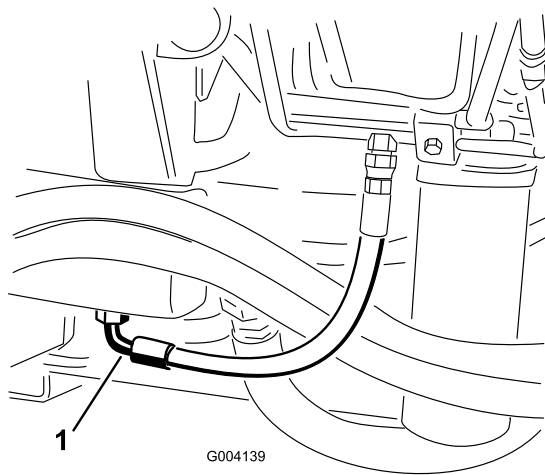

Figura 65
2. Coloque un recipiente grande debajo del acoplamiento situado en la parte inferior del depósito de fluido hidráulico (Figura 65).